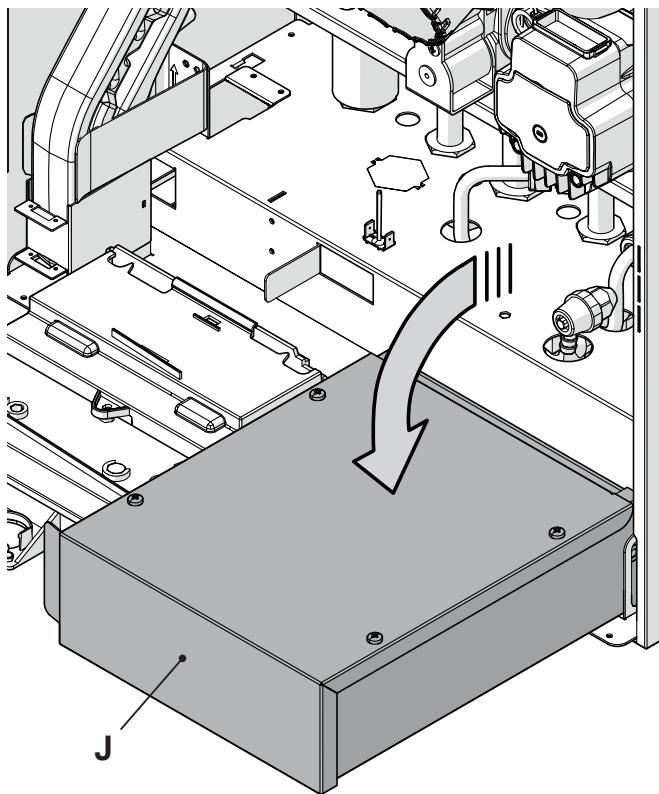

Figura 14.4
- Ruotare quadro elettrico **J**, come illustrato in Figura 14.4, per poter accedere in maniera ottimale ai componenti interni alla caldaia.